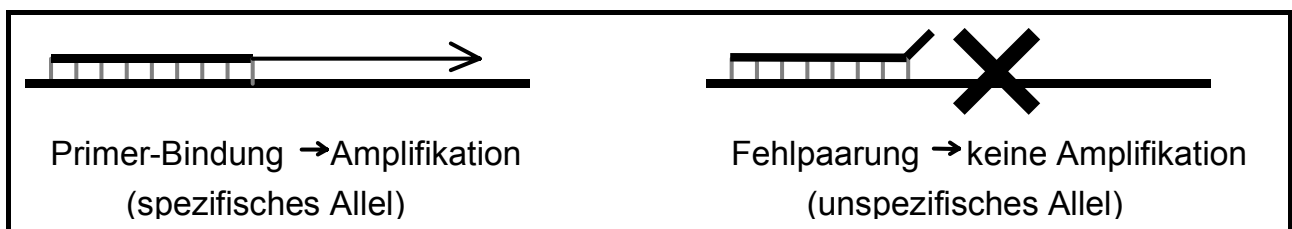

Abb. 1: Prinzip der SSP-PCR
Die Detektion des Vorhandenseins der einzelnen KIR Rezeptoren / KIR HLA-Liganden erfolgt unter Verwendung der PCR-SSP^① (*PCR-sequence-specific primers*) Methode (siehe Abb. 1) [13,15].